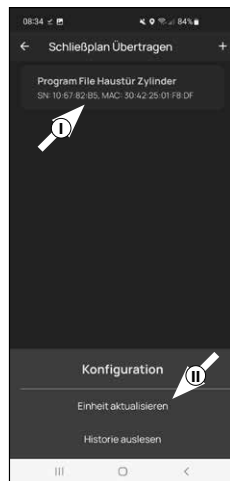

Abb. 9
- 1 Tippen Sie auf die soeben erstellte Programmierdatei (I) (Abb. 9) und in dem erscheinenden Menü auf „Einheit aktualisieren“ (II) (Abb. 9).